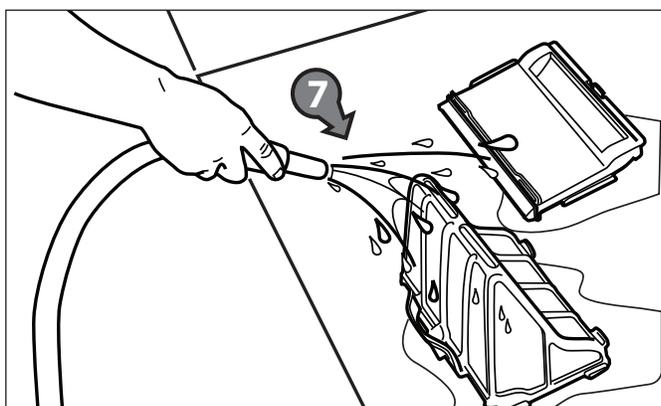

Figure 25. Lavage de la cartouche filtrante
7. Videz tous les débris de la cartouche filtrante, puis rincez la cartouche, le support de filtre et le nettoyeur à l'aide d'un boyau d'arrosage, comme illustré à la Figure 25.